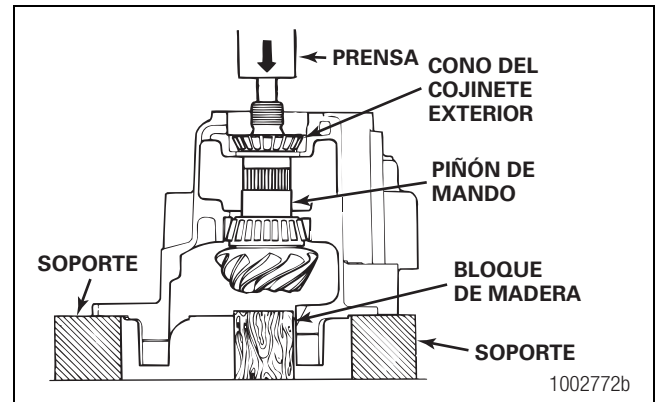

Figura 5.11
1. Coloque el portador en una prensa de manera que el extremo roscado del piñón quede hacia ARRIBA. Coloque soportes debajo de la brida del portador de manera que el portador quede nivelado. Coloque un bloque de madera debajo de la cabeza del piñón. Figura 5.11.
2. Presione el piñón de mando hacia fuera del cono del cojinete exterior. Retire el cono. Figura 5.11.